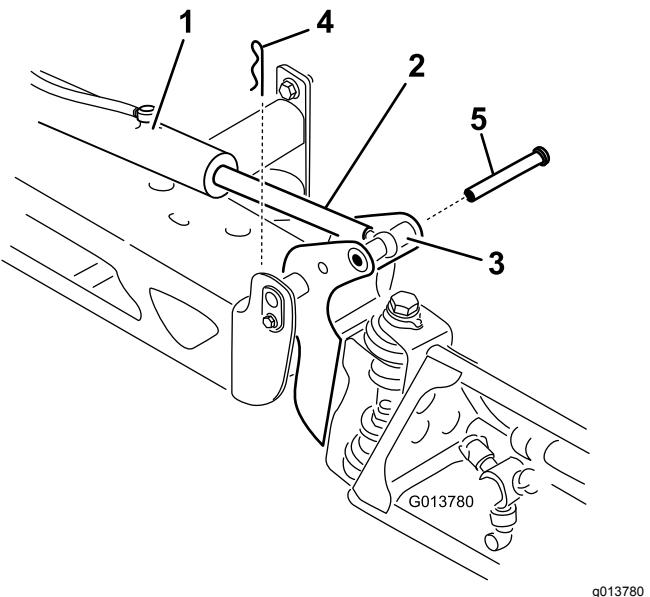

Figura 66
2. Retire la chaveta del pasador (Figura 66).
3. Eleve la sección, retire el pasador, y baje la sección lentamente al suelo (Figura 66).
- 7. Sujetando la sección de fumigación, introduzca el pasador a través del pivote del brazo y del émbolo del actuador (Figura 66).